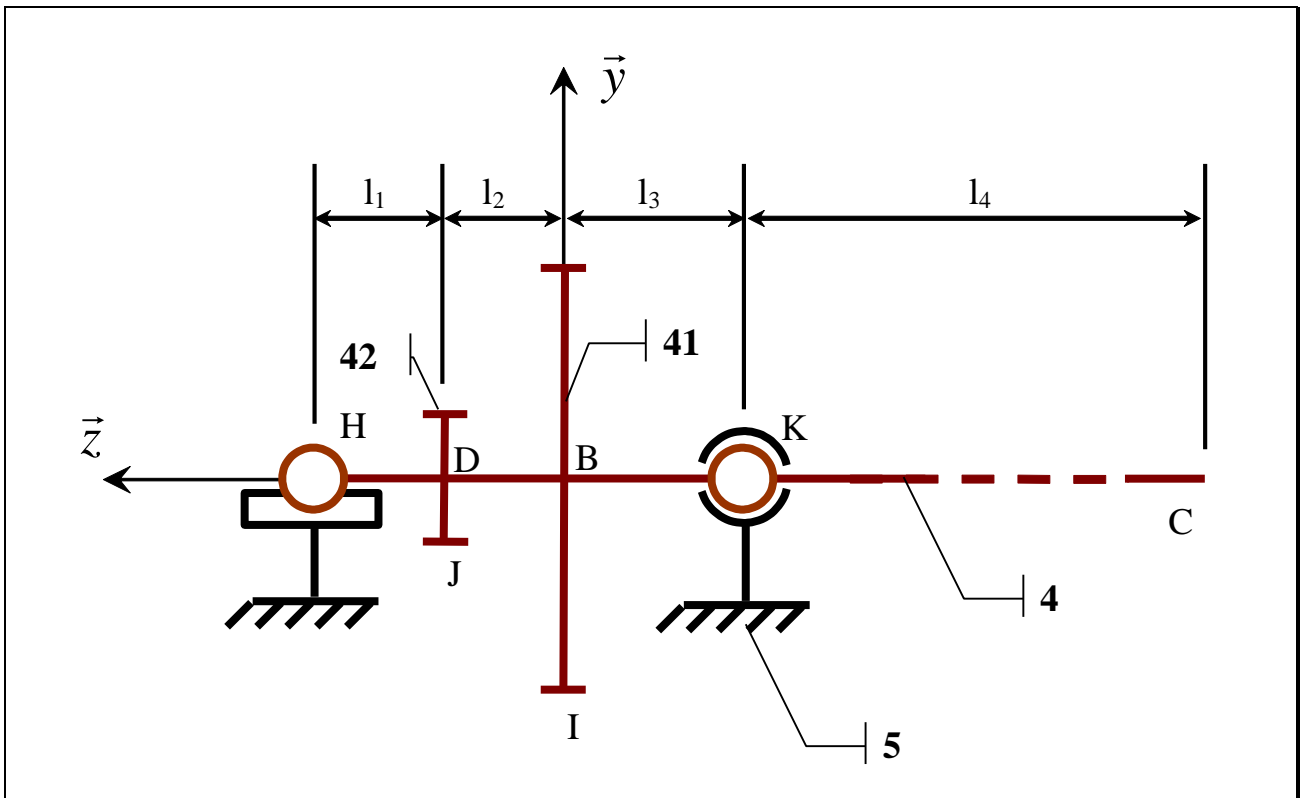

Figure 3
Les positions relatives des éléments constitutifs de l'arbre (4) sont données sur la Figure 3. La direction \vec{z} a volontairement été représentée horizontalement bien que verticale dans la réalité.